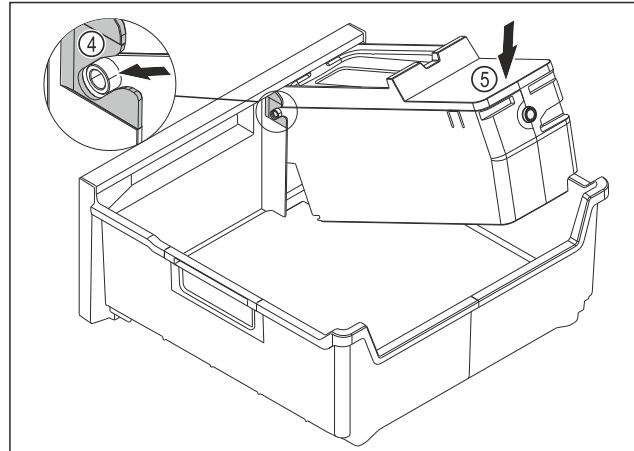

Fig. 87
- Montáž korpusu EasyTwist-Ice: Osi korpusu EasyTwist-Ice zasuňte do vedení Fig. 87 (4).
- Zatlačte korpus EasyTwist-Ice Fig. 87 (5) zozadu smerom nadol.